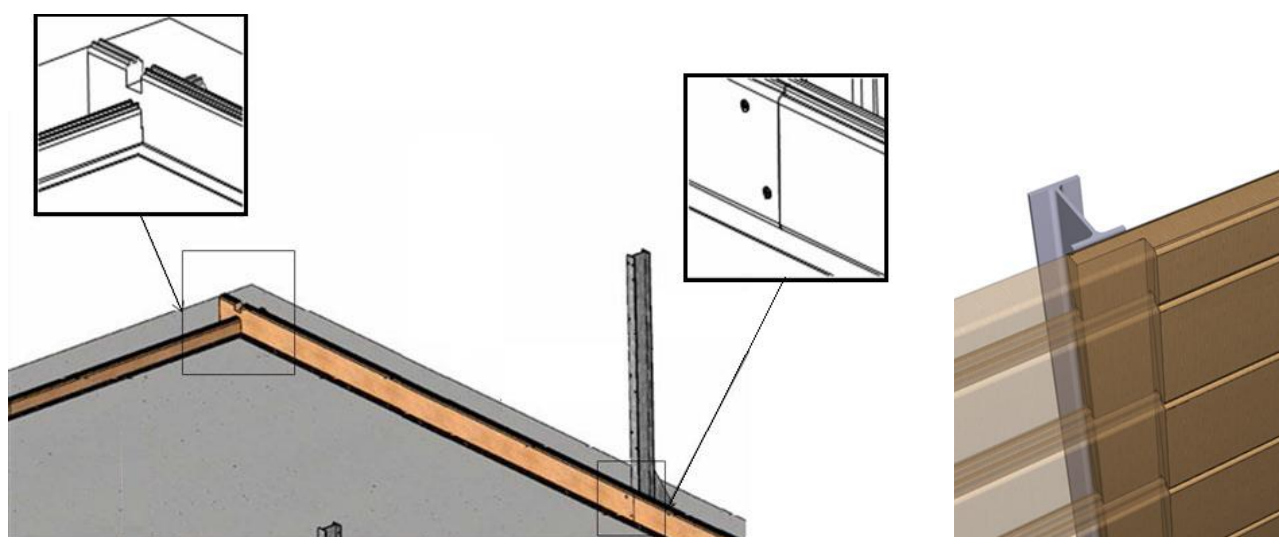

Figure 9 – Verrouillage des lames entre eux
- sur les 2 jambes de force (celles-ci sont pré percées, comme montré à la *Figure 9*) à l'aide de 14 vis peinture torx 6 x 30 en inox A2 torx (sachet C).
- entre elles comme indiqué à la *Figure 9*, à l'aide de 2 vis par paire de lames, et sur les deux côtés comportant chacun 5 lames ½ de hauteur, soit un total de 24 vis à tête fraisée 5 x 40 en inox A4 torx filetées sur 25 mm (sachet B).